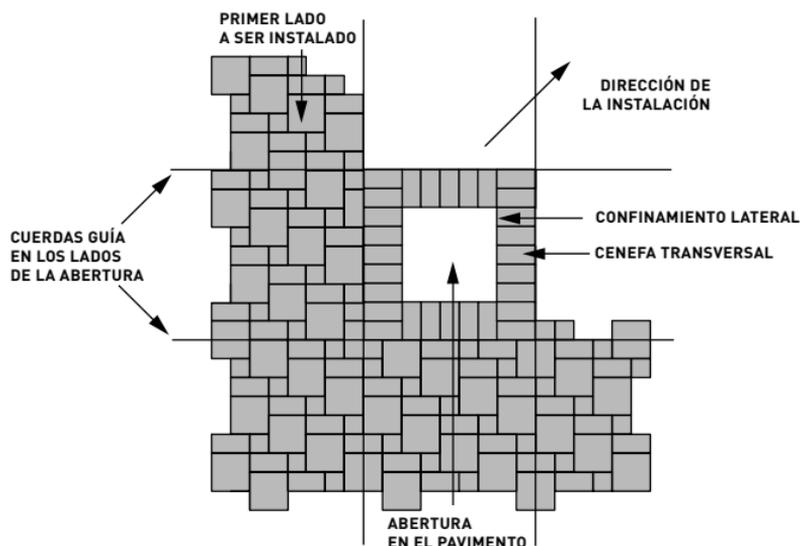

Figura 23. Pavimentación alrededor de una abertura u obstáculo.
*Instalación en aberturas u obstáculos:* Cuando se instalan adoquines alrededor de obstáculos, como por ejemplo, aberturas para árboles, cámaras de inspección de redes, jardineras y otro tipo de construcciones paisajísticas, se debe colocarse un confinamiento lateral adecuado alrededor de la abertura contra la cual se ubicarán los adoquines. Este confinamiento puede ser de plástico, acero, aluminio o concreto (Figura 23).